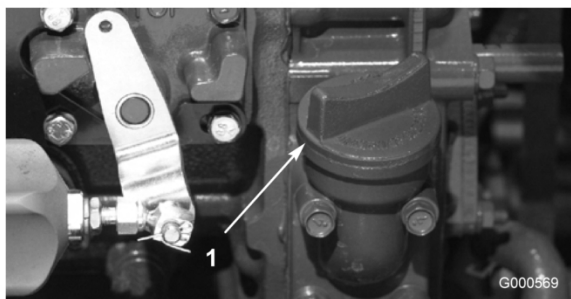

Figura 12
4. Se l'olio non raggiunge la tacca FULL, togliete il tappo di riempimento (Figura 12) e aggiungete olio finché il livello non raggiunge la tacca. **Non riempite troppo.**